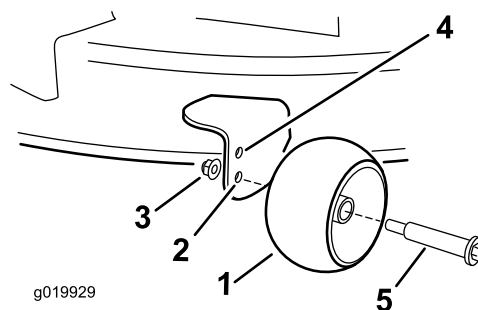

Figura 22
- Furo superior – utilize esta posição com a plataforma de corte nas posições de altura de corte de 63 mm e inferiores (Figura 22).
- Furo inferior – utilize esta posição com a plataforma de corte nas posições de altura de corte de 76 mm e superiores (Figura 22).